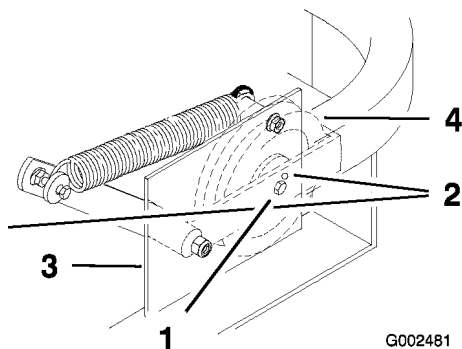

Figure 52
Important: Vérifiez que la courroie est bien en place dans les guides avant et arrière (Figure 52).
4. Vérifiez la tension de la courroie. Le boulon central de la poulie de tension appelée par ressort doit se trouver près du trou d'alignement supérieur de la plaque de support gauche (Figure 52).